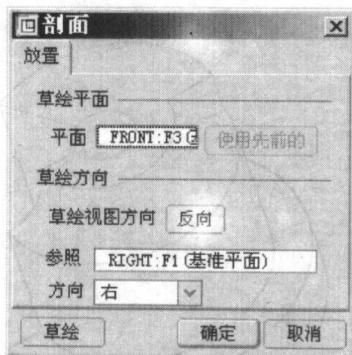
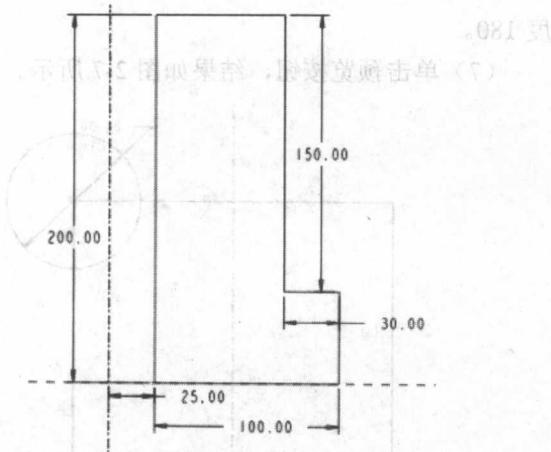

图 2-2
图 2-3
(1) 单击旋转工具按钮 ，在旋转特征操控板中单击草绘截面按钮 ，系统显示“剖面”对话框。
(2) 选择 FRONT 基准面为草绘平面，RIGHT 基准面为参照平面，接受系统默认的视图方向，如图 2-2 所示。
(3) 单击“剖面”对话框中的“草绘”按钮，系统进入草绘工作环境。
(4) 绘制如图 2-3 所示的一条中心线和特征截面，然后单击草绘命令工具栏中的 按钮。